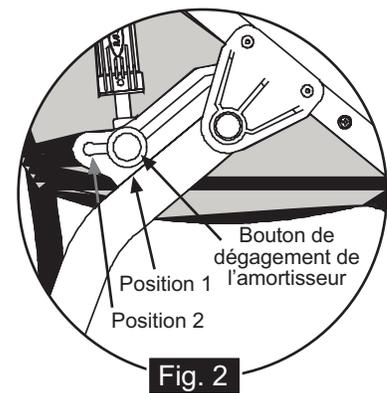

Fig. 2
2. LE BRAS PIVOTANT : Faites tourner le bras pivotant de l'avant de la poussette jusqu'à ce que les amortisseurs se mettent en première position (Fig. 2). Chaque goupille d'arrêt produit un déclic lorsque l'amortisseur se place dans cette position.
12. LES AMORTISSEURS : Le système de suspension comprend deux positions d'amortisseurs. Cela permet à des enfants de poids différents de bénéficier du même niveau de confort. Les deux positions sont illustrées à la Fig. 2. La position 1 est prévue pour un poids total de 18 kg (40 lb) (poids combiné de l'enfant et des bagages), tandis que la position 2 est prévue pour un poids total allant de 18 à 32 kg (40 à 70 lb). La poussette est munie d'une goupille d'amortisseur à ressort sur rail coulissant qui se met automatiquement en place lorsqu'elle est alignée sur l'une ou l'autre des positions d'amortisseurs. Le réglage de la position des amortisseurs devra être fait avant que la poussette ne soit chargée. Les amortisseurs se mettent en position 1 au moment du dépliage de la poussette. Pour sélectionner la suspension plus robuste, faites passer l'amortisseur de la position 1 à la position 2 en appuyant d'une main sur le bouton de dégagement de l'amortisseur (Fig. 2) tout en soulevant légèrement et en tirant l'amortisseur vers l'arrière de l'autre main. Si la goupille de l'amortisseur est correctement alignée en position 2, elle se mettra en place automatiquement avec un déclic. Répétez l'opération pour le deuxième amortisseur. Pour ramener l'amortisseur de la position 2 à la position 1, effectuez le processus décrit ci-dessus en inversant l'ordre des étapes.